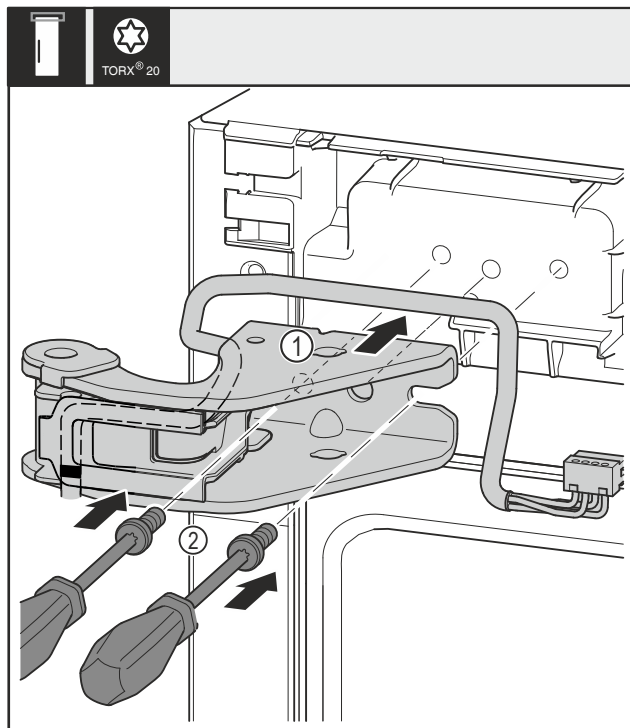

Fig. 31
- Aseta ylempi laakerijalusta Fig. 31 (1).
- Aseta ruuvit Fig. 31 (2) ja kiristä ruuvimeisselillä.